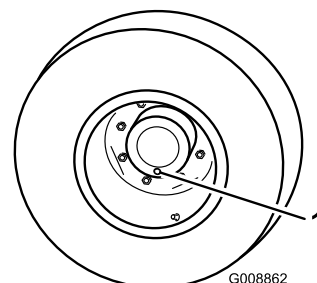

Bild 67
1. Wenn sich die Maschine auf einer ebenen Fläche befindet, das positionieren Sie das Rad so, dass sich die Prüf-/Ablassschrauben (Bild 67) in der untersten Stellung (6 Uhr) befindet.